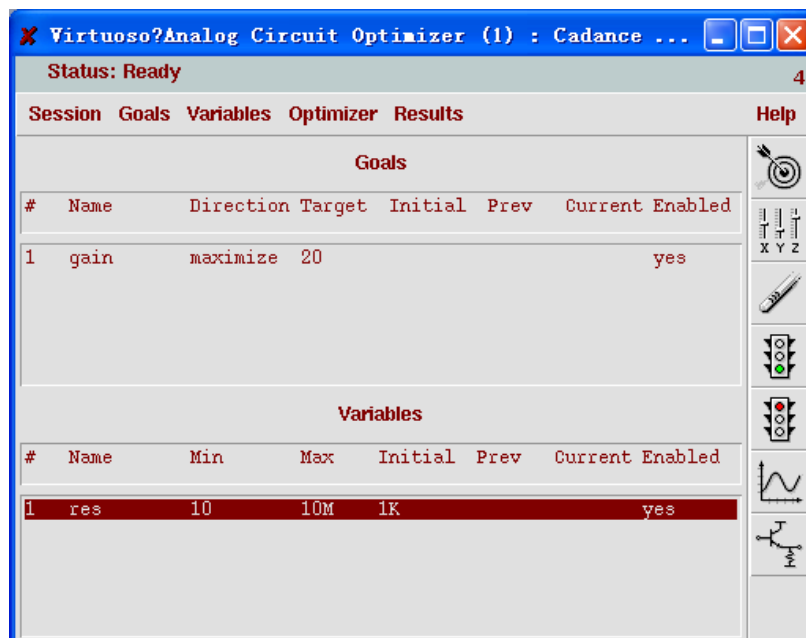

图 11.24 变量编辑的选定
- 1) 在“Virtuoso® Analog Circuit Optimizer”窗口中选择需要编辑的设计变量，被选中的设计变量会被高亮显示，如图 11.24。